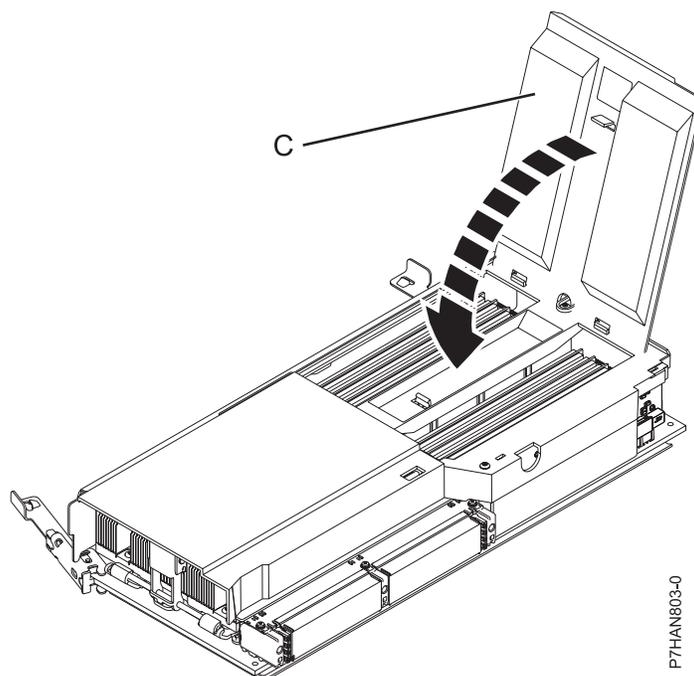

Figura 3. Cierre de la cubierta del módulo de memoria
15. Cierre la cubierta del módulo de memoria (C) hasta que encaje en su posición, tal como se muestra en la Figura 3.